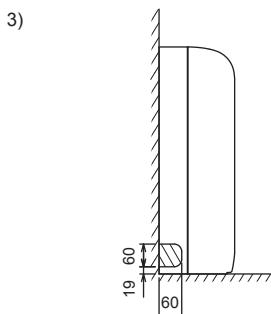

Fig. 3-9
- 3) **Para tubagem esquerda (Fig. 3-9)**